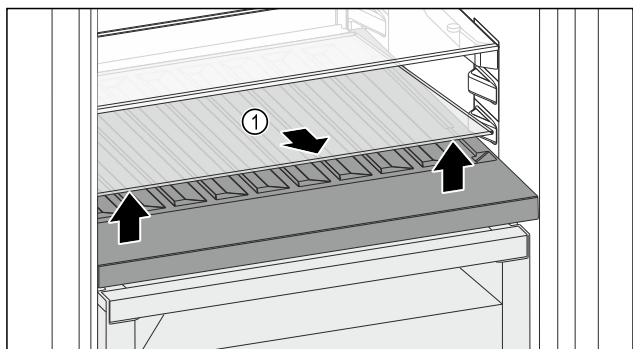

Fig. 221
- Sollevare il ripiano di vetro Fig. 221 (1) dall'incavo anteriore e rimuoverlo.
- Conservare il ripiano di vetro Fig. 221 (1) fuori dall'apparecchio in un luogo sicuro.
- Inserire il ripiano di vetro (2) sotto il vano bottiglie variabile.